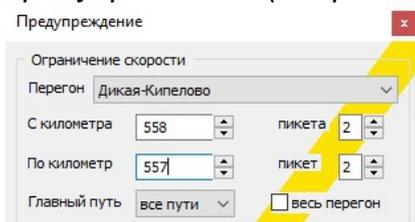

Рис.169. Ввод пикетажа.
7. В поля «С километра», «пикета» ввести километр пикет начала действия предупреждения (см. рис. 169).
8. В поля «По километр», «пикет» ввести километр пикет окончания действия предупреждения (см. рис. 169).